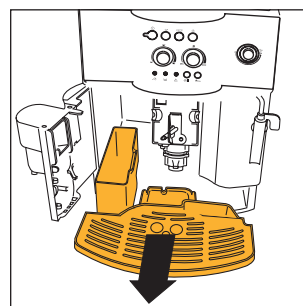

Fig. 16
**NOTA 7:** la machine compte le nombre de cafés qu'elle fait. Tous les 14 cafés simples (ou 7 doubles), le voyant  s'allume fixe (chap. 12 point 3) pour avertir que le tiroir est plein de pastilles usées et qu'il faut le vider et le nettoyer. Tant que le tiroir n'est pas nettoyé, le voyant reste allumé et la machine ne peut pas faire de café. Pour effectuer le nettoyage, ouvrez le volet de service sur le devant en tirant le bloc sortie (fig. 15) ; le voyant  commencera à clignoter (voir § 12 point 9) ; sortez l'égouttoir (fig. 16) videz-le et nettoyez-le. Videz et nettoyez soigneusement le tiroir à marc en éliminant tous les résidus déposés sur le fond. Essayez également les éventuelles gouttes de condensation déposées à l'intérieur de la machine sous l'égouttoir. **IMPORTANT : quand vous sortez l'égouttoir, VIDEZ TOUJOURS le tiroir à marc, même s'il n'est pas plein. Sans cela, il se peut qu'après, en faisant les cafés, le tiroir se remplisse plus que prévu et que la machine s'engorge de pastilles usées.**
- retirez l'égouttoir et le tiroir à marc (fig. 16) et lavez-les ;